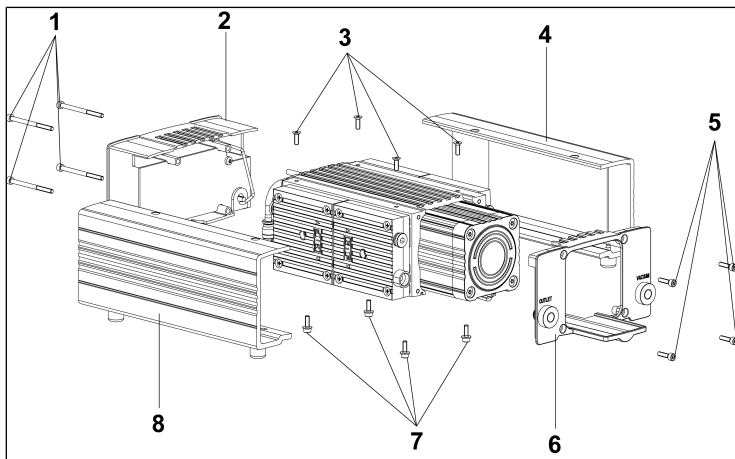

Abb.4: Pumpengehäuse abnehmen
1. Lösen Sie die Schrauben (**1/Abb. 4**, **3**, **5** und **7**) und nehmen Sie die Pumpengehäuseteile (**2/Abb. 4**, **4**, **6** und **8**) ab.
1. Setzen Sie die Pumpengehäuseteile (**2/Abb. 4, 4, 6 und 8**) auf die Pumpe und ziehen Sie die Schrauben (**1/Abb. 4, 3, 5 und 7**) fest.